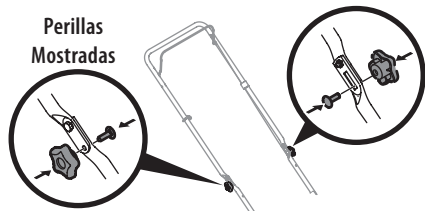

Figura 5
7. Vuelva a colocar las perillas o tuercas de mariposa retirados en el PASO 2 en los orificios inferiores de la manija (Figura 5).